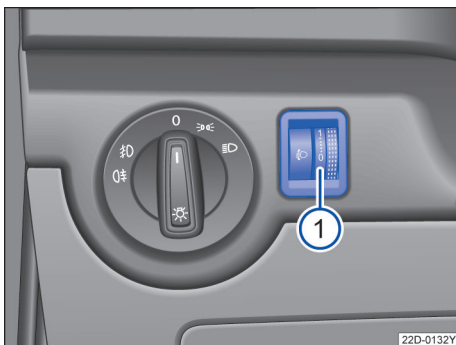

图 74 大灯照明距离调节的调节器
大灯照明距离调节→图 74①根据设定值将大灯光束与汽车的负荷状态无级匹配。因此驾驶员具有最大可能的视野并且不会给对面的道路使用者造成眩目→▲。
要调节时转动调节器→图 74①：
调节器→图 74①在带动态大灯照明距离调节的汽车上已取消。在打开大灯时，照明距离自动与汽车的负荷状态相匹配。